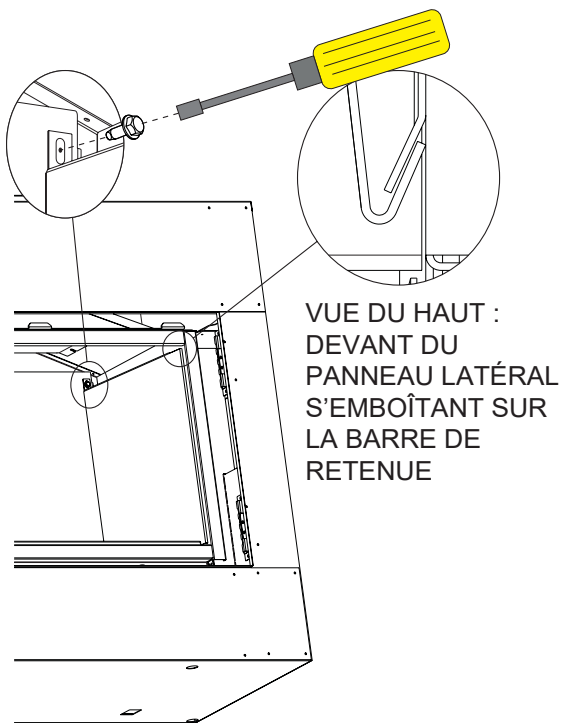

Figure 6
- À l'aide d'une vis 5/16 X 1/2 po, fixer en dernier le panneau par sa languette trouée sur le dessus. **Voir Figure 6.**